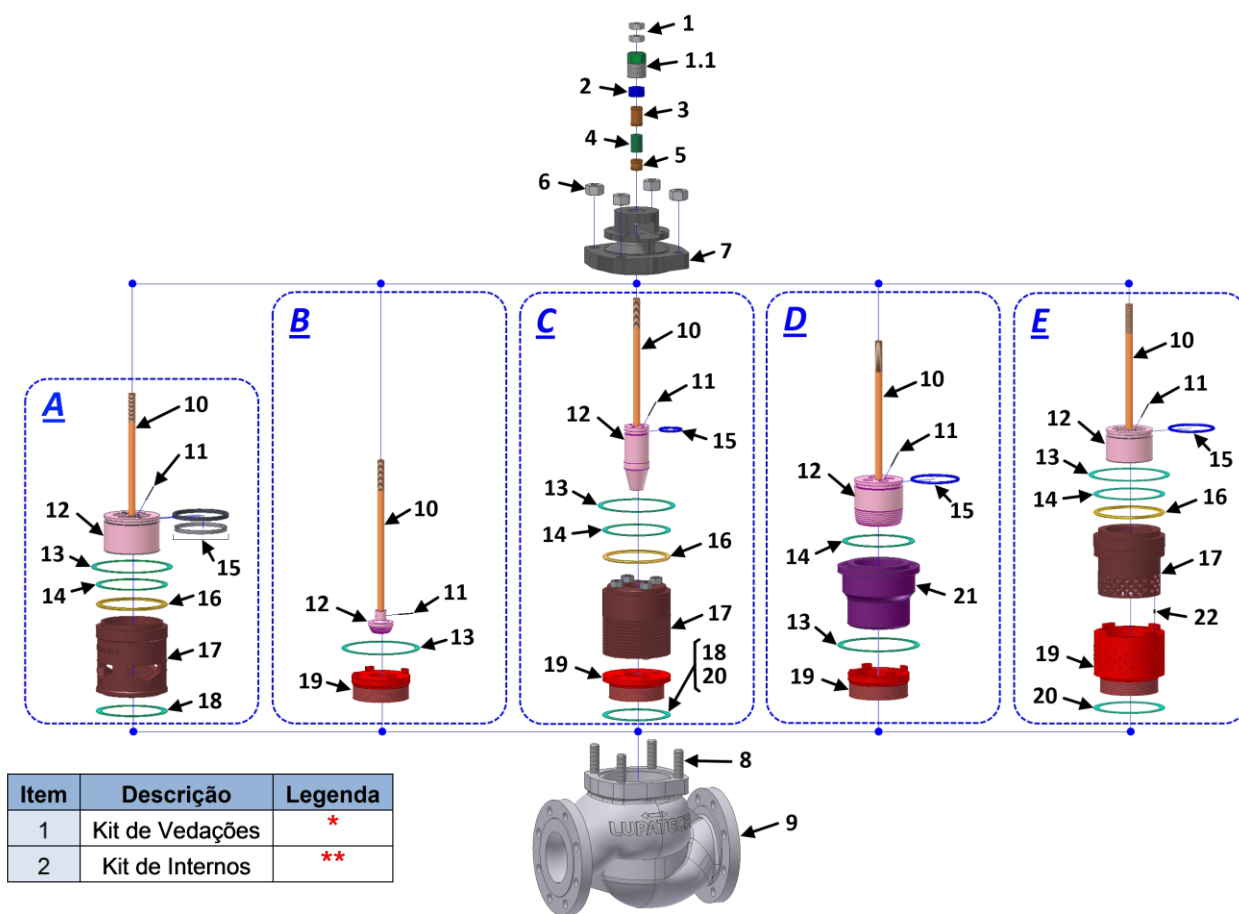

Figura 6 – Componentes da Válvula + legenda de itens de reposição
A Tabela 1 apresenta as variações de tipos de internos disponíveis. A Figura 6 e a Tabela 2 listam os componentes da válvula, indicando quais são os itens de reposição disponíveis.
O procedimento abaixo é genérico, ou seja, podem haver variações entre o passo a passo de desmontagem da válvula. Tomar por base a Figura 6.
**Atenção!** Antes de iniciar a montagem, realizar uma boa limpeza em todas as partes da válvula e apenas utilizar peças de reposição novas e originais. Para facilitar a montagem pode-se utilizar graxa que não danifique as vedações. Para a montagem, tomar por referência a Figura 6.